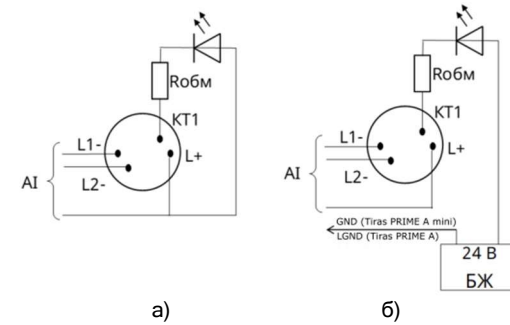

Рисунок 4.2 - Підключення ВПОС або світлодіода
4.2 Якщо за проектом використовують ВПОС > живленням від АІ, то його мінусовий контакт з'єднують з гвинтовою клемою з маркуванням «2» (КТ1), а плюсовий – гвинтовою клемою з маркуванням «1» (L+) (Рис. 4.2а, наявність Rоbм залежить від типу ВПОС і його робочого струму). Замість ВПОС допускається підключення світлодіода через резистор Rоbм з опором не менше 10 кОм. Для ВПОС слід підбирати світлодіод з малим струмом споживання (близько 2 мА).
Якщо живлення пристроїв виносної індикації передбачають від зовнішнього БЖ, СПКА підключають згідно з Рис. 4.2б. Мінусовий дріт від БЖ підключають до клеми «LGND» ППКП Tiras PRIME A та клеми «GND» ППКП Tiras PRIME A mini. Вихідна напруга БЖ повинна бути не більше 30 В і повинна забезпечувати робочий струм ВПОС.